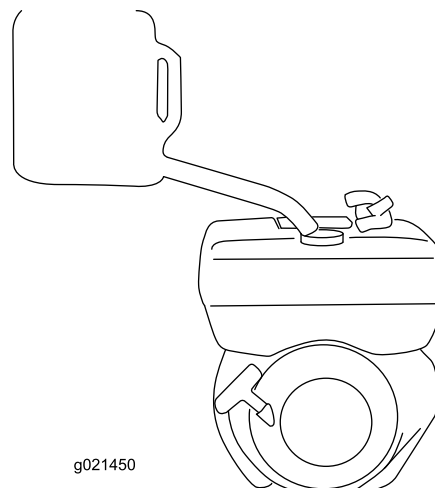

Рисунок 17
3. Заправьте дизельное топливо в топливный бак (Рисунок 17).